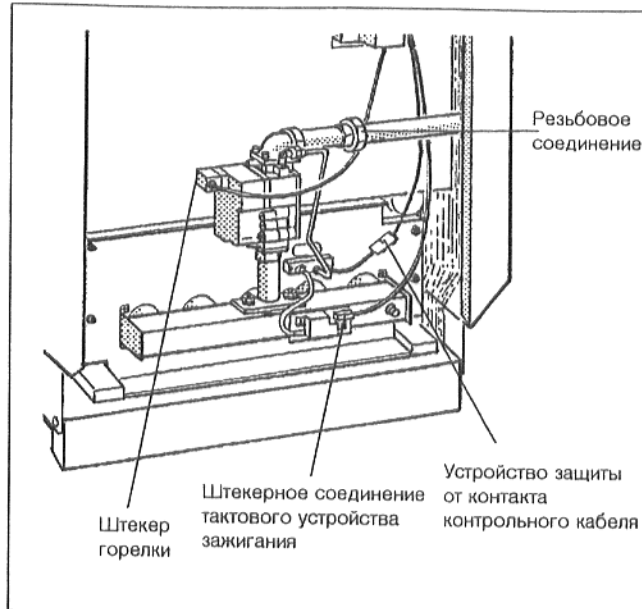

Рис. 29: Газовая горелка с арматурой "BM" 762-012
- Отсоединить резьбовое соединение газовой горелки от подводящей линии (Рис. 29).
- Ослабить винт на штекере горелки и вынуть штекеры горелки (Рис. 29).
- Отключить штекерное соединения на тактовом устройстве зажигания (Рис. 29).
- Снять защиту от контакта на контрольном кабеле (Рис. 29) и отключить штекерное соединение.